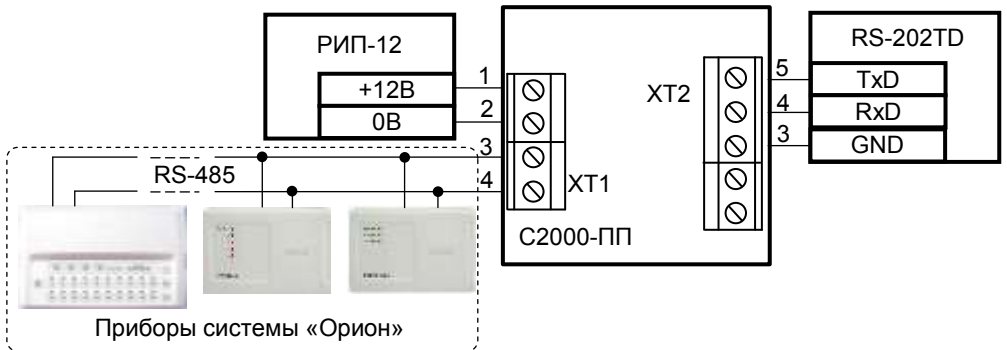

Рисунок 8. Подключение передатчика RS-202TD к преобразователю «С2000-ПП»
4.2.3 Если преобразователь используется для передачи событий в протоколе Ademco Contact ID на радиопередатчик «Риф Стринг RS-202TD» по интерфейсу RS-232, подключите цепи передатчика к клеммам ХТ2.3, ХТ2.4, ХТ2.5 в соответствии с рис. 8.